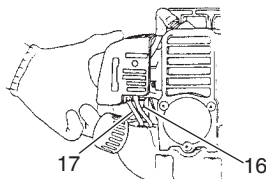

Fig. 12
- \* Pressez la poire de la pompe d'amorçage (16) à plusieurs reprises pour que le carburant puisse s'écouler par le tuyau de retour (17). (Fig. 12)